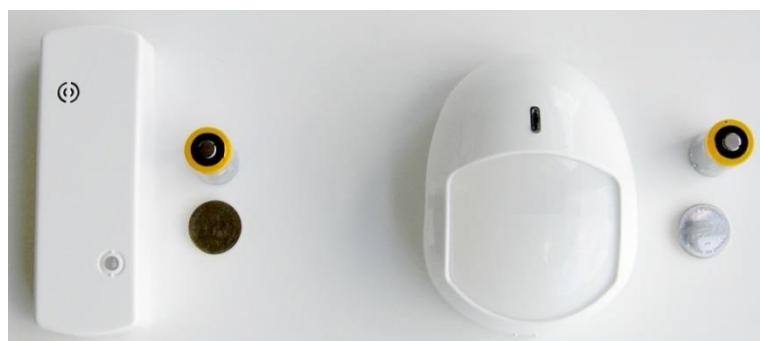

Рис. 7.3. Радиоизвещатели *Ладога-МК-РК* и *Фотон-19-РК* и их элементы питания (вверху — основные, внизу — резервные)
1. Приготовьте радиоизвещатели и батарейки из комплекта поставки (рис. 7.3).